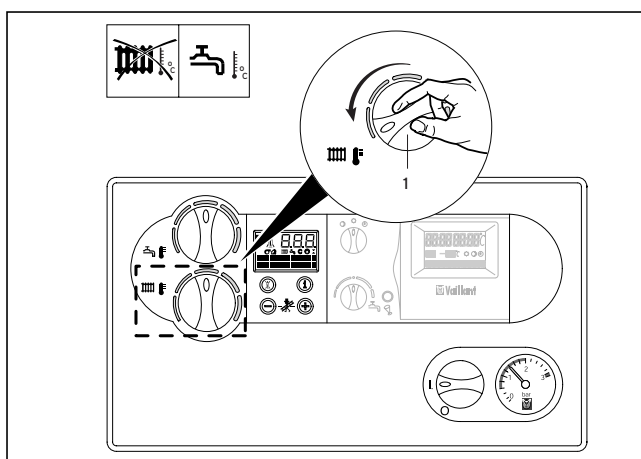

Fig. 3.13 Ta ut av oppvarmingsdrift (sommerdrift)
- Drei hovedbryteren (2) til stilling «0» (fig. 3.13).